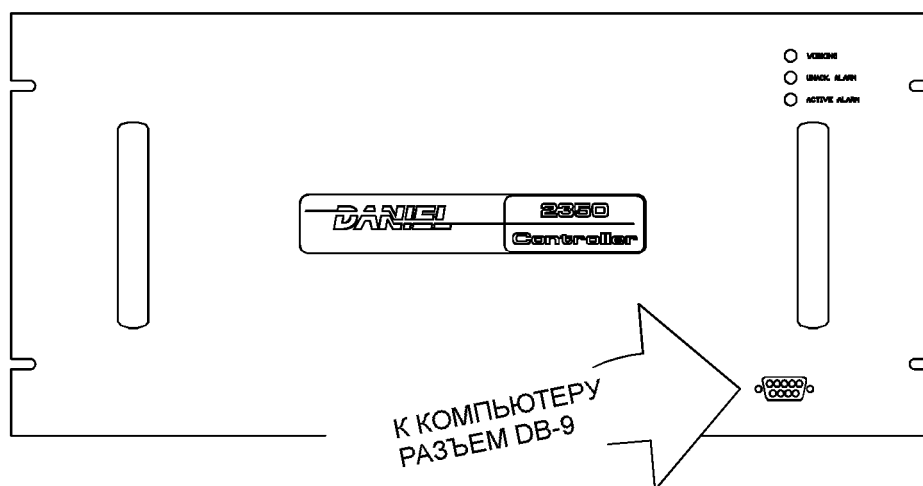

Рисунок 3-9. Порт, расположенный на передней панели контроллера хроматографа, подключен к последовательному каналу COM1
- (2) Какие последовательные порты имеются на контроллере хроматографа? При выборе учтите следующее:
- (а) Последовательный порт контроллера хроматографа COM1 обычно зарезервирован для подключения ПК, особенно для сервисных задач, а также поиска неисправностей, поскольку легко доступный разъем, расположенный на передней панели контроллера хроматографа, подключен к порту COM1 (смотри рисунок 3-9).